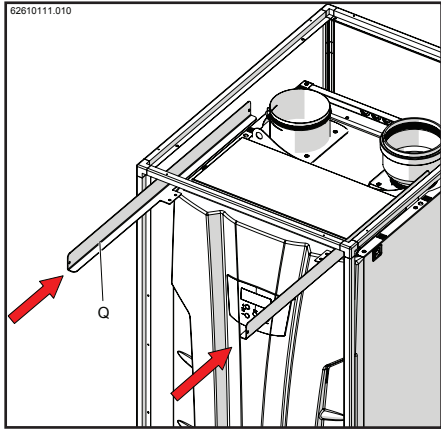
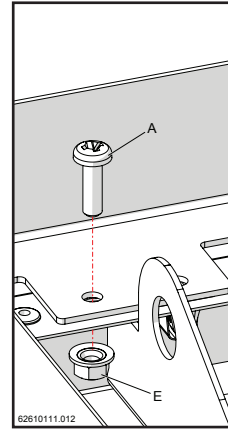
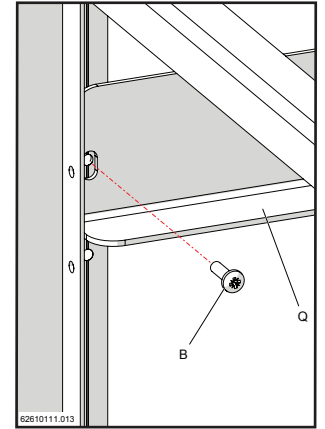

Figure 15-43
Figure 15-45
Figure 15-46
- 7.- Insérer la partie supérieure des supports de montage "Q" (figures 15-43 et 15-44). Appliquer la vis "A" avec l'écrou "E" pour fixer les supports sur l'appareil (figure 15-45) et la vis "B" pour fixer les supports sur le cadre pour la couverture extérieure (figure 15-46).